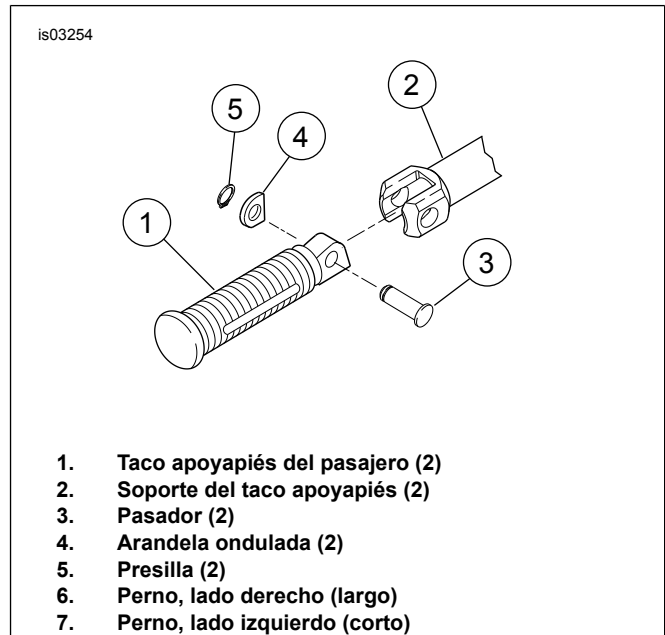

Figura 6. Montaje del taco apoyapiés del pasajero (lado derecho)
4. Vea la Figura 6. Extraiga el taco apoyapiés del pasajero (1) del soporte del taco apoyapiés (2) extrayendo el pasador (3), la arandela ondulada (4) y la presilla (5).
1. Vea la Figura 6. Instale el taco apoyapiés del pasajero (1) en el soporte del taco apoyapiés (2) usando el pasador original (3), la arandela ondulada (4) y la presilla (5).